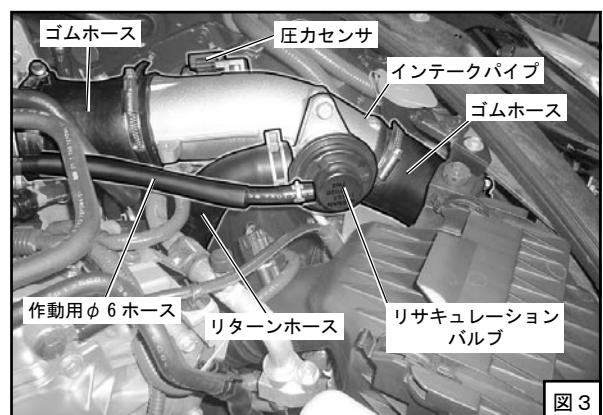

図 3
- (5) リサキュレーションバルブから作動用φ 6 ホースとリターンホースを取り外してください。(図 3)
- (6) 圧力センサからコネクタを外してください。(図 3)
- (7) 圧力センサハーネスのクリップを取り外してください。(図 3)
- (8) ホースバンドをゆるめ、インテークパイプ(リサキュレーションバルブと一緒に)、ゴムホースを取り外してください。(図 3)
- (9) ポルトを外し、インテークパイプから圧力センサを取り外してください。(図 3)